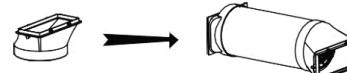

Fig. 1
1. Collegare il terminale a fessura allargando l'estremità e ruotandola sino a che non rimanga solidamente fissata (almeno 3 giri completi) (Fig. 1).